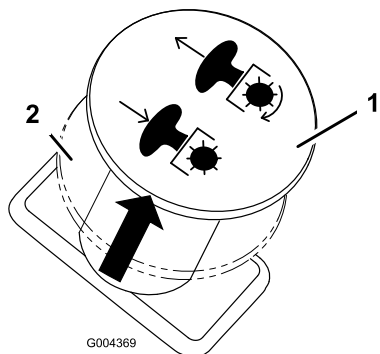

Bild 13
3. Ziehen Sie den ZWA-Schalter heraus, um die Messer einzukuppeln (Bild 13).
Drücken Sie den Zapfwellenantriebsschalter in die Aus-Stellung, um die Messer auszukuppeln (Bild 13).